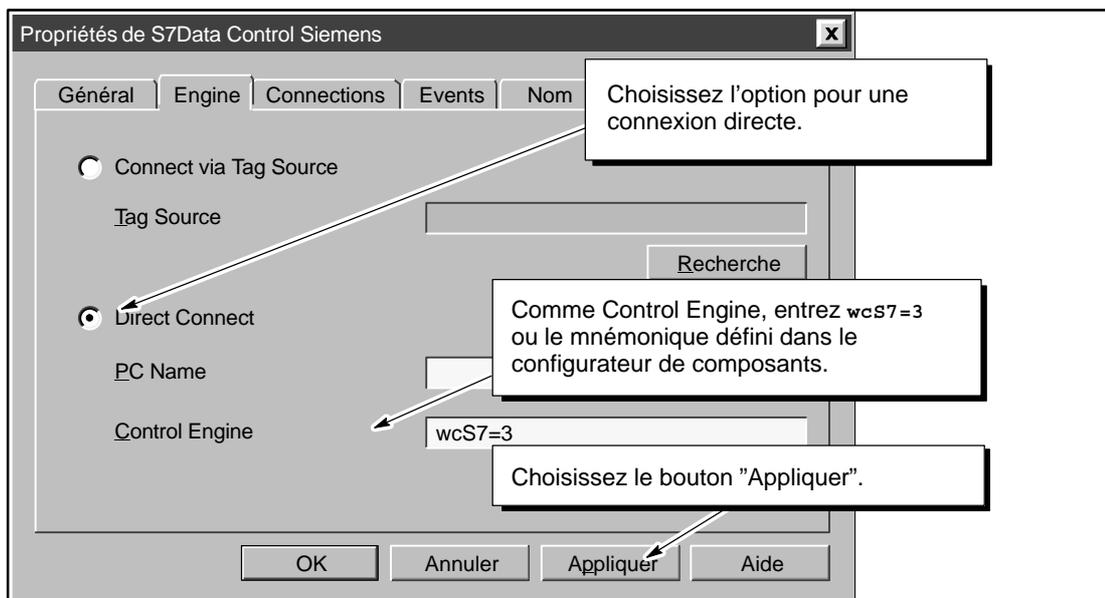

Figure 2-21 Connexion du Data Control à WinLC
1. Dans la boîte de dialogue "Propriétés" du Data Control, ouvrez l'onglet "Engine", pour faire s'afficher les possibilités correspondant au Control Engine (voir figure 2-21).